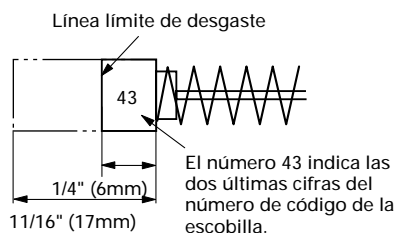

Fig. 53
- (1) Afloje la tuerca de 8mm y apriete los dos tornillos de fijación hexagonales de 8mm hasta que la herramienta funcione suavemente, sin flojedad.
- (2) Apriete adecuadamente la tuerca de 8mm después de haber finalizado este ajuste.
3. Inspección de las escobillas (Figs. 53 y 54)
Por lo tanto, inspeccione periódicamente las escobillas y reemplácelas cuando se hayan desgastado hasta la línea límite mostrada en la Fig. 53.